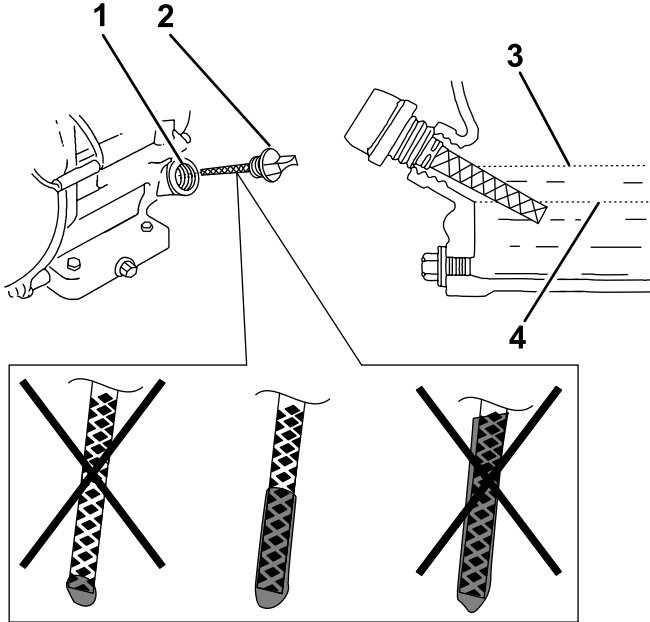

Figure 28
1. Sortez la jauge (Figure 28) et versez lentement de l'huile par l'orifice de remplissage jusqu'à ce qu'elle atteigne le repère supérieur (bord inférieur de l'orifice de remplissage) sur la jauge.